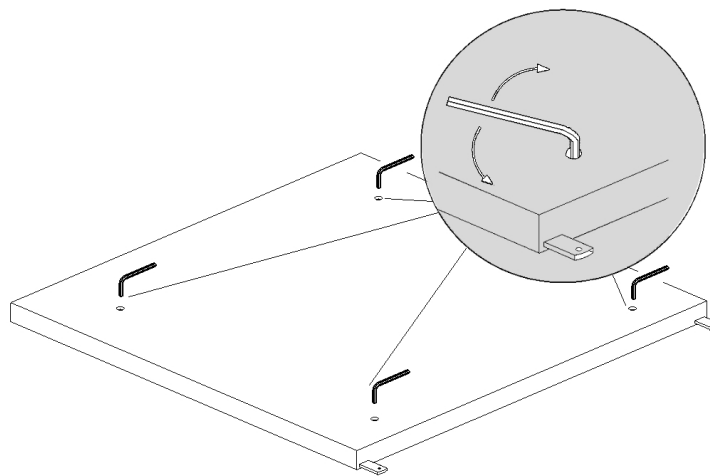

Fig. 2
- Colocar painel do fundo sobre o piso e nivelá-lo (Fig.2);